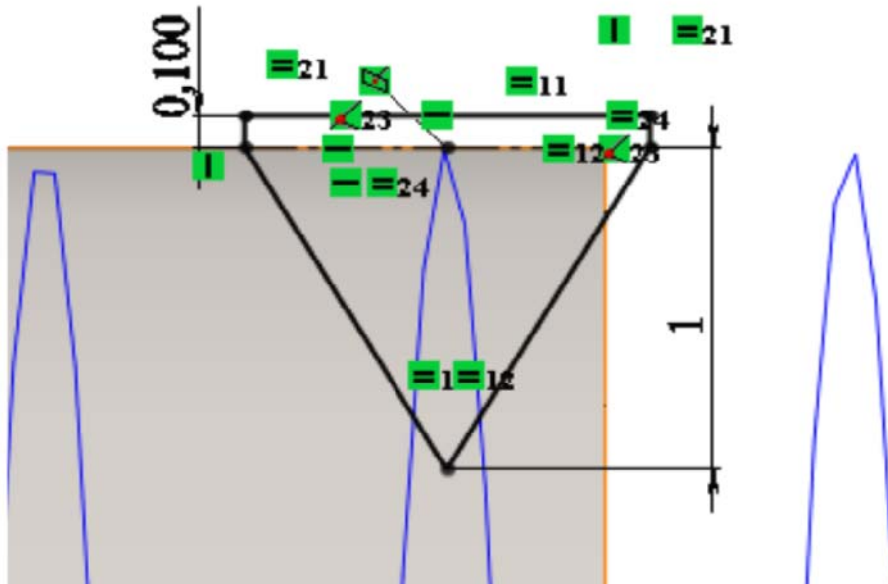

Рис. 2.89. Добавление взаимосвязи
15. Выберите взаимосвязь – точка пронзания (эскиз должен стать полностью определен) (рис. 2.89);